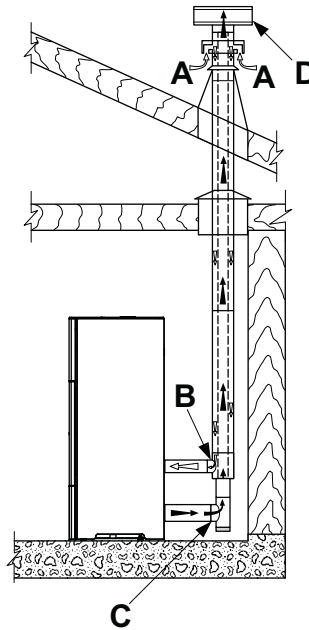

fig. 5.5
- Canalizar el aire combustible aprovechando un tubo de descarga coaxial para la expulsión de los humos y la toma de aire; por lo tanto no es necesario hacer una clásica toma de aire en el local (Fig. 5.5 A,B=Entrada de aire C,D=Salida de humos);
En caso de instalación de una estufa de pellets de la serie “Ermetica” se puede utilizar un tubo específico que permita tanto la expulsión de los humos como la canalización del aire comburente hacia el exterior (Fig. 5.5 A, B=Entrada aire C, D=Salida humos).